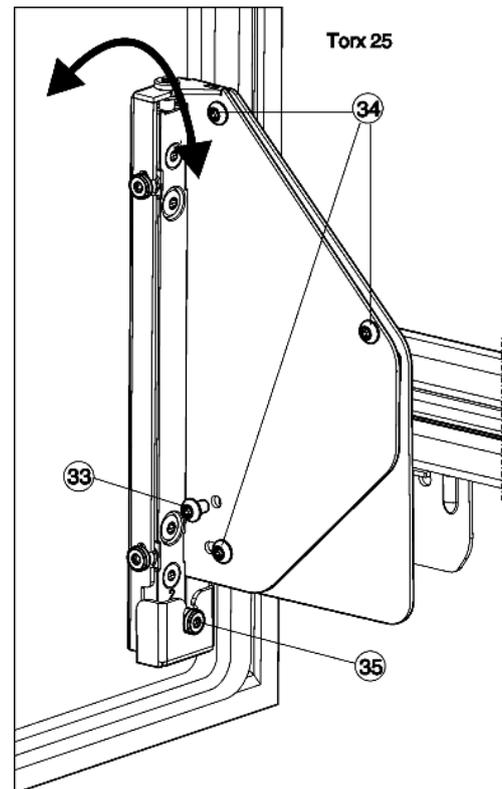

Fig. 22
- ▶ Die Schraube *Fig. 22 (33)* vollständig herausschrauben.
- ▷ Die Schraube *Fig. 22 (33)* entsorgen, sie wird nicht mehr benötigt.
- ▶ Schrauben *Fig. 22 (34)* mit 1 bis 2 Umdrehungen nur lösen.
- ▶ Verstellerschraube *Fig. 22 (35)* drehen. Im Uhrzeigersinn: die Tür oben neigt sich vom Gerätekorpus weg. Entgegen dem Uhrzeigersinn: die Tür oben neigt sich zum Gerät und unten weg vom Gerätekorpus.
- ▶ Nach Beendigung der Neigungsverstellung alle Schrauben *Fig. 22 (34)* wieder fest anziehen.